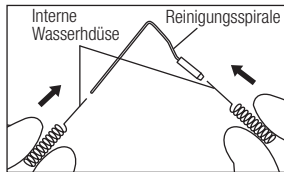

Abb. 13
- 1) Reinigen Sie das Innere der internen Sprühdüse und/oder externen Sprühdüse mit einem Reinigungsdraht. (Abb. 13,14)